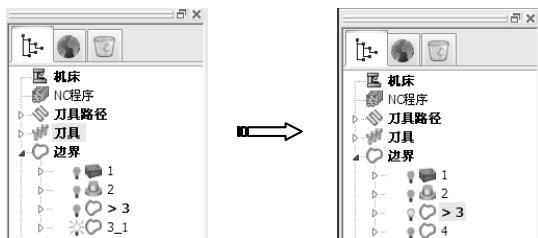

图 3-49 重命名边界
1) 在绘图区选择上一步所创建的边界 3，在该线上单击鼠标右键，在弹出的快捷菜单中选择“编辑”→“复制边界”命令，在 PowerMILL 资源管理器中可将复制出一个新边界，将其重新命名为 4，如图 3-49 所示。